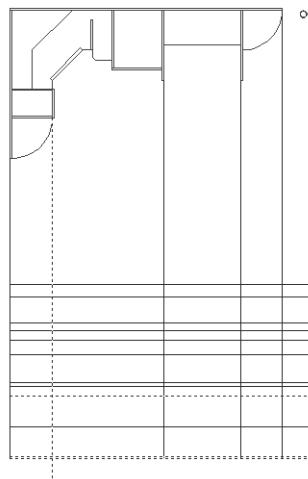

Рис. 8.8 ▼ В качестве секущих ребер выбраны три горизонтальных и одна вертикальная линии
5. Запустите инструмент **Обрезать** (Trim) и выберите в качестве секущих линию нулевой высоты, линии высот 18 и 622, а также вертикальную линию, обозначающую границу малой тумбы (рис. 8.8).